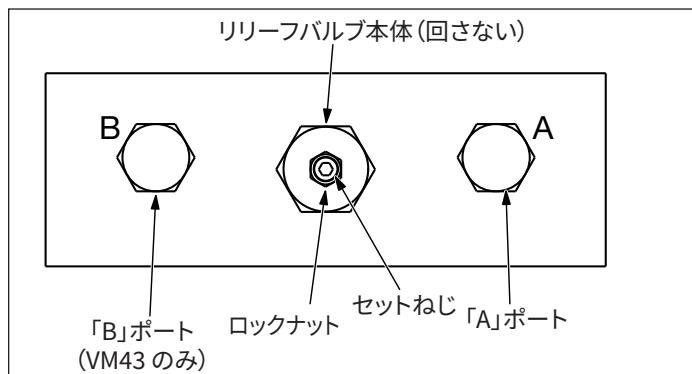

図11:リリーフバルブ - VM33およびVM43
1. 0~15,000 psi [0~1,035 bar] のゲージを「A」ポートに取り付けます。図11を参照してください。